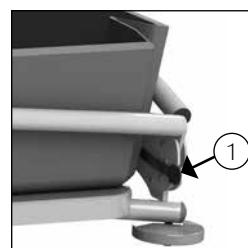

Abbildung 4 Verriegelung des Seitengitters.
- Das Seitengitter ist mit einem Gitterschutz versehen, damit der Patient nicht selbstständig das Seitengitter anheben kann (*Siehe Abbildung 4*).
- Entriegeln Sie die Sicherung, indem Sie überstehende Lippe mit einer Hand nach innen ziehen und mit der anderen Hand das Seitengitter in der Mitte anheben. (1) (*Siehe Abbildung 4*).